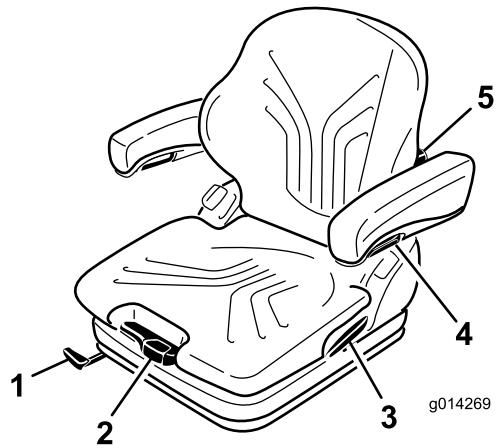

図 25
そして、体重調整レバーを使って、運転する人の体重に合わせます(図 25)。
1. 調整は、レバーを引き上げてシートのロックを解除して行います(図 25)。
調整ノブを上に回すと背もたれの上部の湾曲の調整ができます。調整ノブを下に回すと背もたれの下部の湾曲の調整ができます(図 25)。
アームレストの高さを調整するには、カバーについている丸いキャップ(図 25)を外し、裏側にある六角ナット(13 mm)をゆるめて高さを調整し、その位置でナットを締めつけます。ナットにキャップを取り付けます。
アームレストの角度はノブを回して調整します（図 25）。
ロックレバーを引いてバックレストキャッチを外します（図 25）。この時、背もたれにもたれかかるなどして力を掛けないようにしてください。